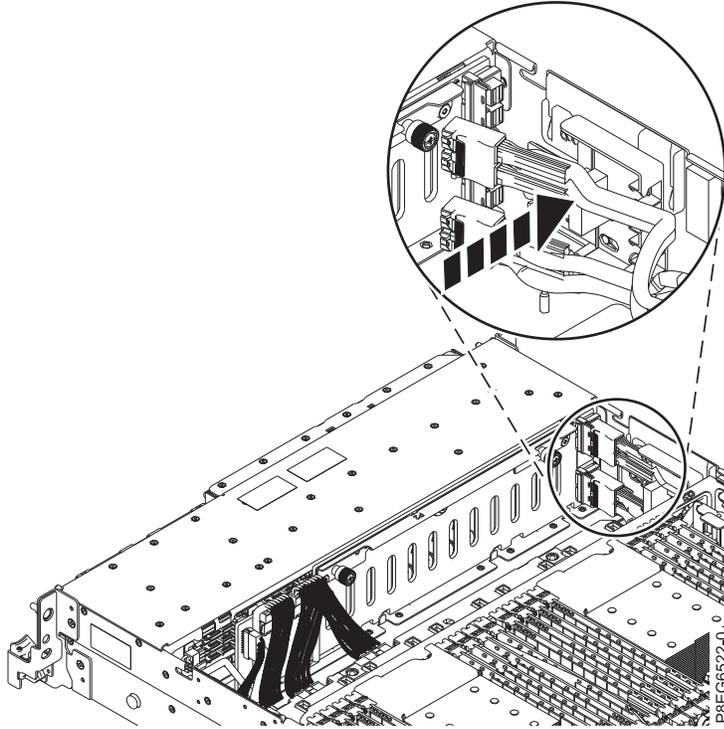

Figura 14. Direccionamiento de los cables SAS frontales en el bloque de guía
7. Pase los cables SAS frontales por el bloque guía de la parte lateral del chasis, como se muestra en la Figura 14 en la página 17.